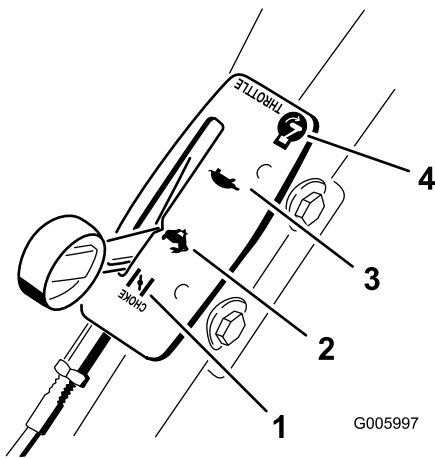

Figura 18
Los ajustes del acelerador se muestran en (Figura 18).
3. Mueva la palanca del estárter a la posición Estárter (Figura 18).
5. Mueva la palanca del estárter/acelerador a la posición Rápido (Figura 18).